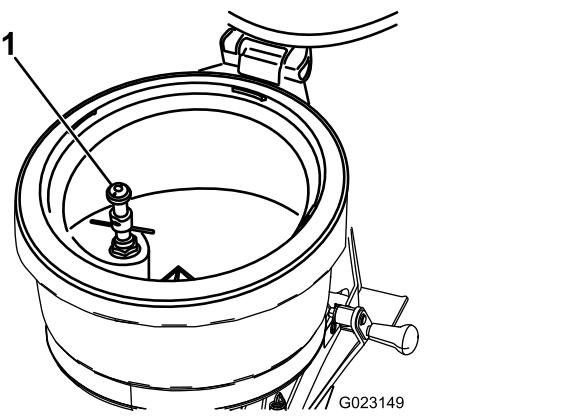

Figura 34
Il dispositivo di risciacquo flacone (Figura 34) è situato all'interno del serbatoio del nebulizzatore. Utilizzate il dispositivo di risciacquo flacone per rimuovere i residui di sostanza chimica dall'interno del contenitore (flacone) in cui è confezionata la sostanza chimica. Il dispositivo di risciacquo flacone è pressurizzato con una soluzione proveniente dall'impianto di irrorazione. Il contenitore della sostanza chimica (flacone) viene risciacquato con la soluzione dell'impianto di irrorazione scaricata dall'erogatore del dispositivo di risciacquo flacone.
- A. Posizionate il bordo del contenitore sopra il dispositivo di risciacquo flacone e premete verso il basso per aprire la valvola; fate riferimento a Figura 34 in Dispositivo di risciacquo flacone (pagina 19). La soluzione fuoriuscirà dall'ugello del dispositivo di risciacquo flacone nel contenitore rovesciato (flacone).